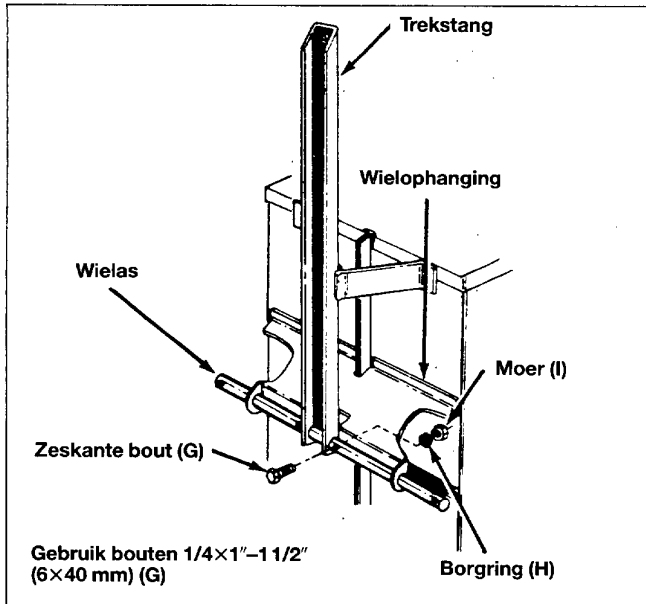

Fig. 11
16. Monteer de wiel en de trekstang in de wielophanging. Zorg er voor dat trekstang met de geopende zijde naar beneden gemonteerd wordt. Zet de as vast in de wielophanging met bout 6 × 40 mm (G), borgringen (H) en moeren (I). Zie fig. 11.